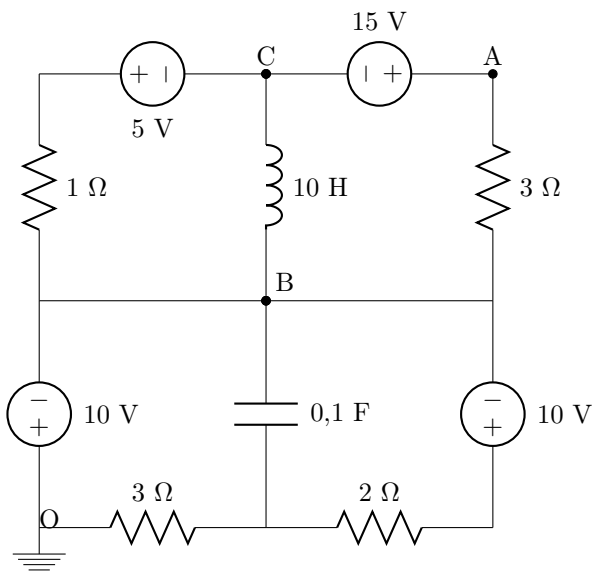

Figura 3.16: Circuito del problema 22.
22. En el circuito de la figura 3.16, calcula en régimen permanente: a) la carga almacenada en el condensador; b) la intensidad que circula por la bobina; c) el potencial del nodo A, sabiendo que el nodo O está conectado a tierra (referencia de potencial igual a cero).